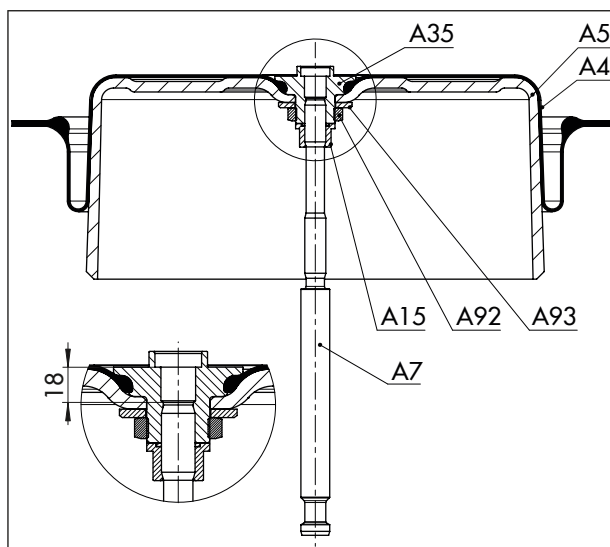

Fig. 13 : Ordre des pièces dans le sens d'action TE (1000 cm²)
7. Visser la tige de servomoteur (A7) en sens inverse dans le fouloir (A35). Régler alors la cote sur 18 mm (cf. Fig. 13).
15. Dévisser le bouchon de purge (A16) du raccord (S) de la pression de commande supérieur et le revisser sur le raccord inférieur. Les ressorts font maintenant entrer la tige du servomoteur en appuyant sur le dessous de l'assiette de membrane. La pression de commande est transmise à la chambre de membrane supérieure par l'intermédiaire du raccord (S) supérieur de sorte qu'une pression de commande croissante entraîne la fermeture de la vanne en s'opposant à la force des ressorts.